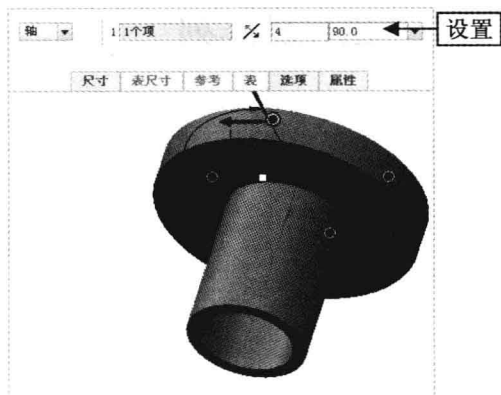

图 7-36 设置参数
Step 03 在模型上选择 A_1 轴，分别在“输入第一方向的阵列成员数”和“输入阵列成员间的角度”数值框中输入 4 和 90，如图 7-36 所示。